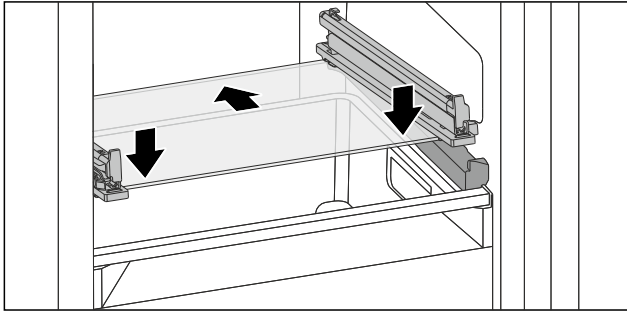

Fig. 74 Glasplatte des abklappbaren Schubfachs
- Glasplatte schräg hinter den Stopperrn aufsetzen. (siehe Fig. 74)